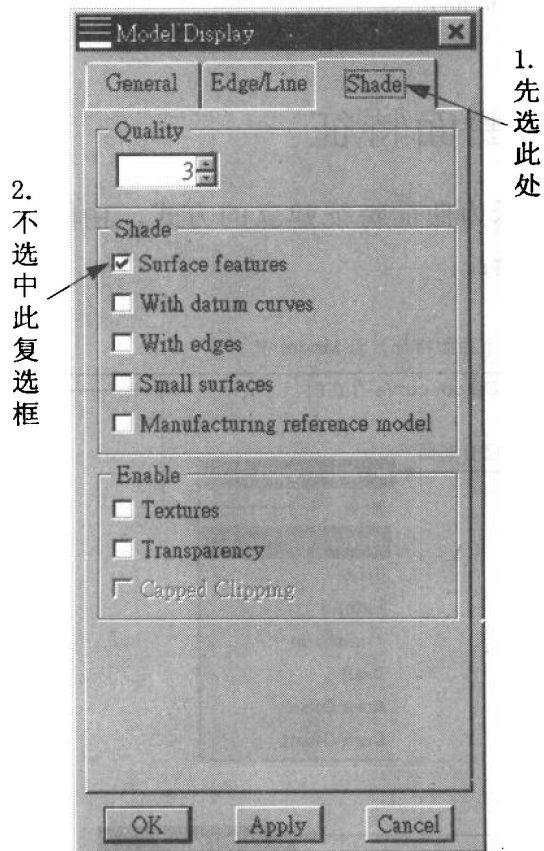

图 1.3
1. `shade_surface_feat no: surface` 不会被 shading。该设置也可用 **View / Model Display** 弹出的对话框控制，如图 1.3 所示。